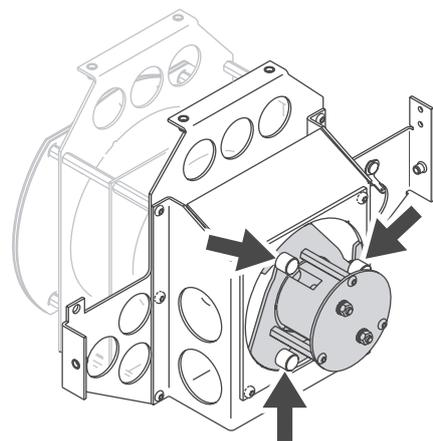

Figura 21: Parafusos do porta-lâmpada
6. Veja a Figura 21. O porta-lâmpada está na parte traseira dos módulos de efeitos. Solte, mas não remova, os três parafusos Allen (indicados com a seta) fixando o porta-lâmpada. Para soltar o porta-lâmpada, empurre-o ligeiramente em direção os módulos e gire-o de modo que os furos na placa do porta-lâmpada desobstrua os parafusos Allen e, em seguida, puxe o porta-lâmpada desobstruído. Evite tocar na lâmpada ou batê-la contra outros componentes.